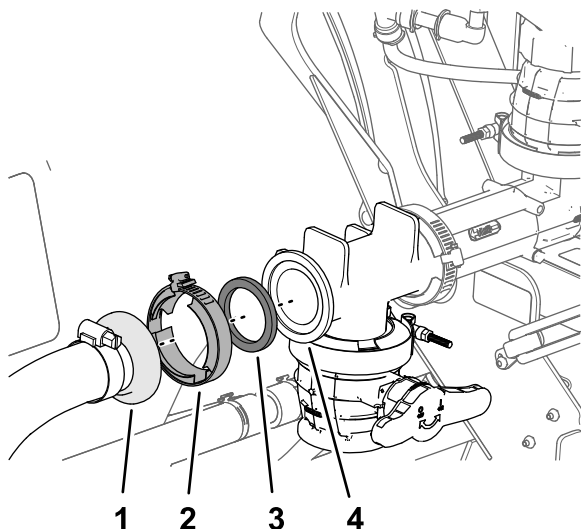

Рисунок 30
7. Прикрепите прямой штуцер типа «елочка» шланга эдуктора в сборе к фланцу тройника эдуктора, используя прокладку и фланцевый хомут, и затяните хомут от руки (Рисунок 30).